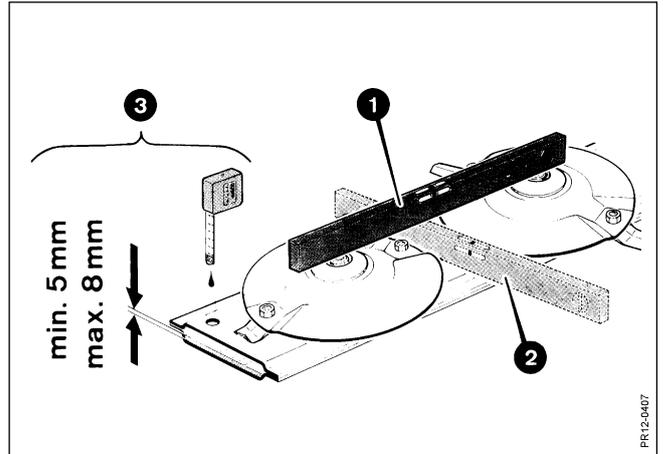

Fig. 4-3
**Fig. 4-3** Pour faciliter la vérification du niveau, essayer de faire cette vérification toujours au même endroit pour **ne pas avoir à rechercher la position horizontale du lamier**.